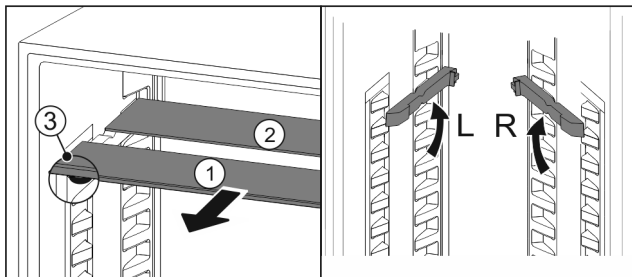

Fig. 105
- Extrageți Fig. 105 (1) pe rând plăcile de sticlă spre înainte.
- ▷ Placa de sticlă Fig. 105 (1) cu șipca decorativă se află în față.
- ▷ Opritoarele Fig. 105 (3) indică în jos.